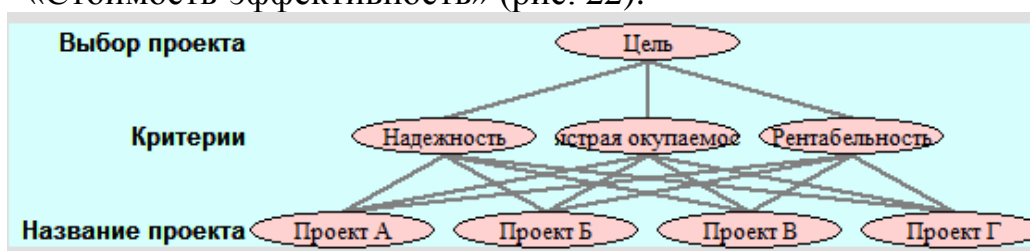

Рис. 22. Схема работы СППР (иерархия предпочтений)
- 15 Установив необходимые связи, мы выполнили первую часть проекта «Стоимость-эффективность» (рис. 22).